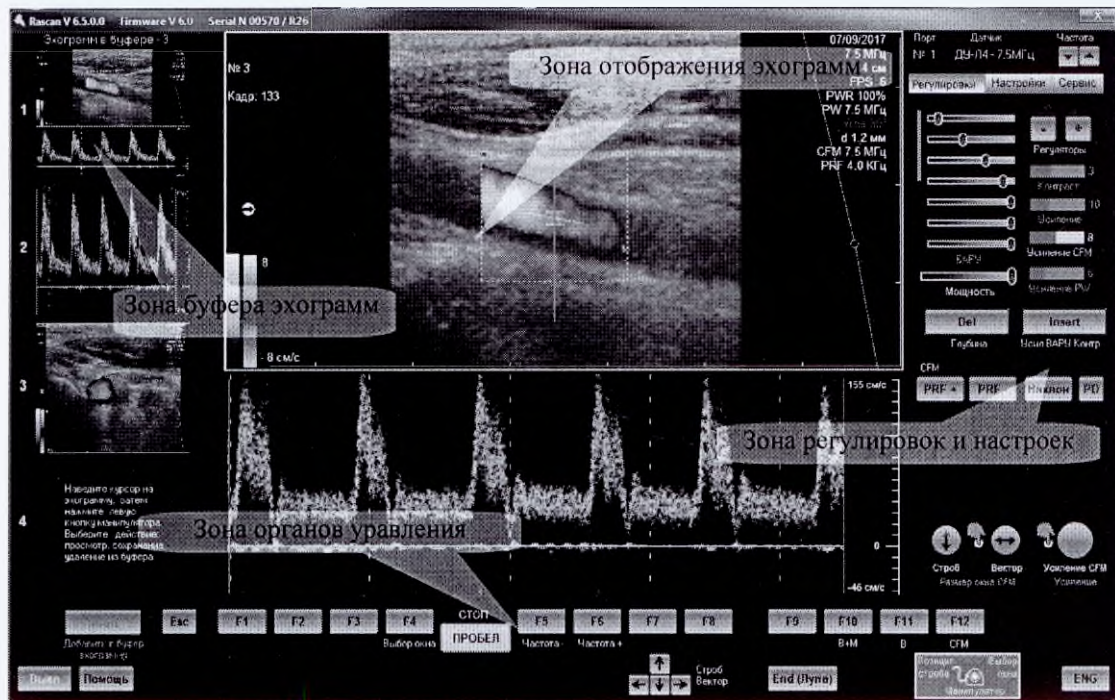

Рис. 3.1. Интерфейс прибора
Интерфейс прибора, представленный на рис. 3.1, имеет четыре основные функциональные зоны:
трольного объема и окна цветового доплеровского картирования на эхограмме, устанавливать положение М-линии, выбирать требуемые разделы из списков, фиксировать начальную и конечную точки при измерениях на эхограмме. В режиме **СТОП** правая кнопка манипулятора **Отмена или В<=>D/M** позволяет удалить ошибочные измерения с эхограммы, а в режимах сканирования **В+М** и **В+D** выполняет переключение между верхней **В** и нижней **М** или **D** эхограммами. Функции кнопок манипулятора отображаются на интерфейсе прибора в виде иконки, рис. 3.4, расположенной в нижней правой части интерфейса прибора, рис. 3.1.
**Дублирующие вращаемые регуляторы** в режиме сканирования выполняют следующие функции. Правый регулятор большого размера по умолчанию изменяет значение **усиления** на **В** эхограмме, а при нажатии на него происходит переключение на управление значением **контраста**. В режиме **CFM** этот регулятор изменяет **усиление** сигнала **CFM**, а при нажатии на него изменяет значение **усиления В** эхограммы. В режиме **D** развертки этот регулятор изменяет **усиление** на ней. Регуляторы меньшего размера после нажатия на любой из них при работе в **В** режиме позволяют оперативно изменить кривую усиления по глубине **ВАРУ**. Причем, левый регулятор позволяет выбрать движок, а правый изменить его положение. При работе в доплеровских режимах эти регуляторы управляют размерами окна **CFM** или параметрами контрольного объема **PW** доплера (размером и вектором угла кровотока) на **В** эхограмме, а при выводе **D** развертки изменяют положение **базовой линии** и диапазона **отображаемых скоростей**. При работе в режиме **В+D** и **CFM** переключение управления между контрольным объемом **PW** и окном **CFM** выполняется нажатием на любой из этих регуляторов. Функции **вращаемых регуляторов** отображаются на интерфейсе прибора в виде иконки, рис. 3.5, расположенной в нижней части **Зоны регулировок и настроек**, рис. 3.1. Голубым цветом обозначена действующая функция, серым цветом функция доступная после нажатия на **вращаемый регулятор**. Значок  указывает на возможность смены действующей функции управления путем нажатия на **вращаемый регулятор**.